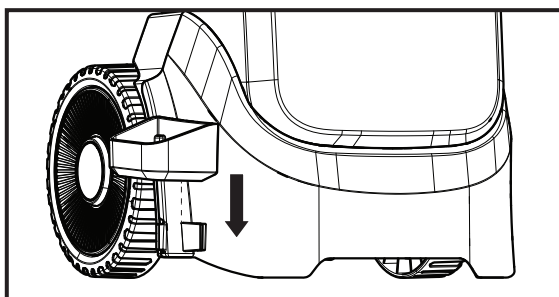

Fig. 2b
3. Pressione para baixo para alinhar com a ranhura em forma de U na parte inferior do alojamento. (Fig. 2b)